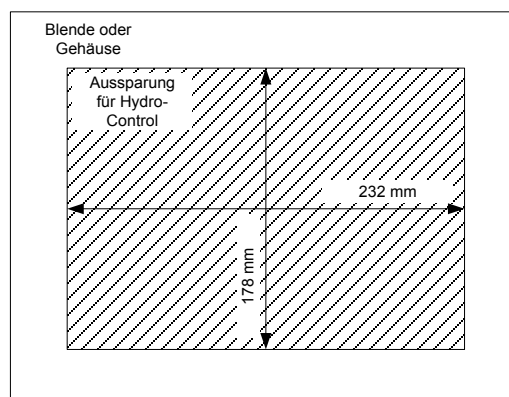

Abbildung 6: Aussparung in der Instrumententafel für den Hydro-Control VI
- Abbildung 6 liefert Ihnen eine Schablone. Entfernen Sie die Befestigungsbügel vom Gerät, indem Sie die Schrauben lösen und anschließend die Bügel aushaken.